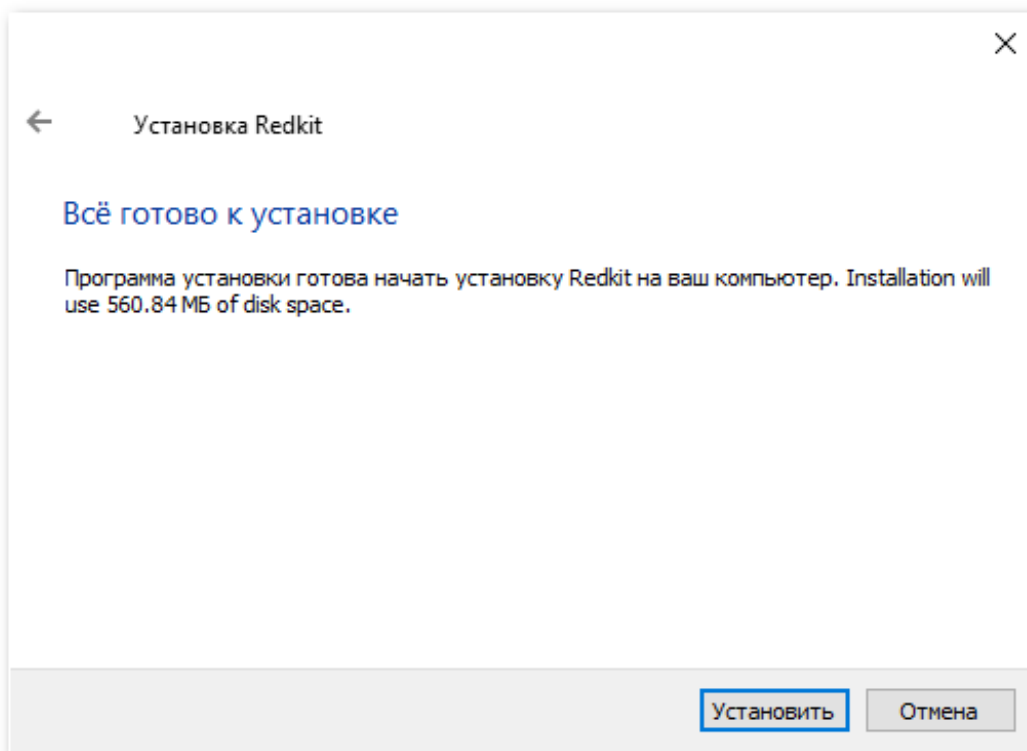

Рисунок 24 - Установка Redkit
7. Нажмите **Установить** (Рисунок 24).